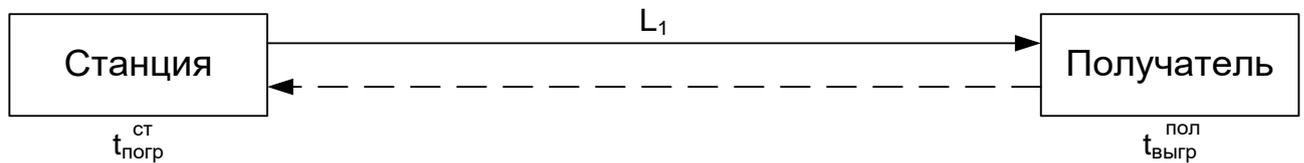

Рис. 5. Схема маятникового маршрута с порожним рейсом от получателя до станции
- с порожним пробегом после доставки груза получателю (рис. 5);